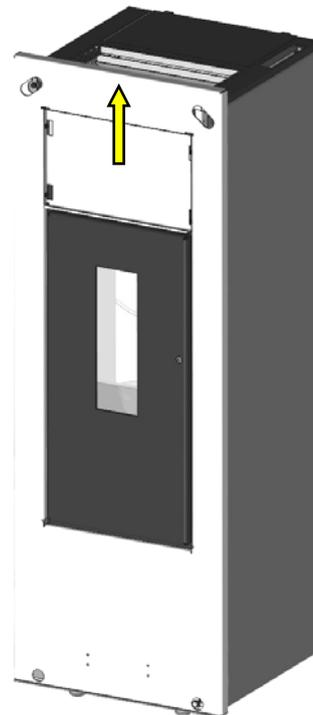
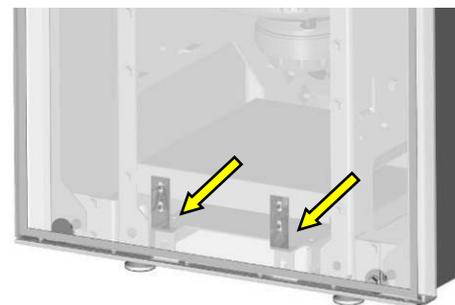

Fig. 19 : retrait de la plaque frontale
Fig. 20 : détail habillage frontal
4. Soulevez toute la plaque frontale (représentée en blanc, Fig. 19) des brides inférieures (Fig. 20) et retirez-la.